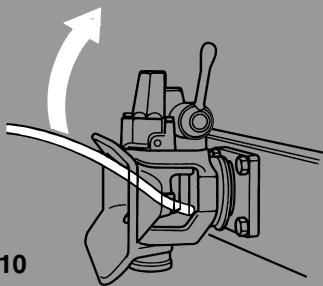

Abb. 10
- Kupplungskopf mit entsprechendem Werkzeug auf- und abwärts bewegen (s. Abb. 10):